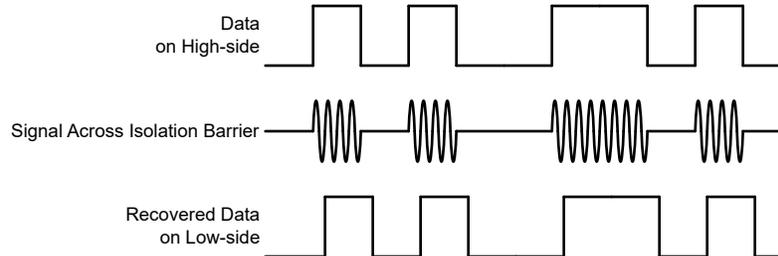

図 6-4. OOK ベースの変調方式
AMC21C12 は、SiO2 ベースの絶縁バリア越しにコンパレータの出力状態を送信するため、図 6-4 に示すオン / オフ・キーイング (OOK) 変調方式を採用しています。「機能ブロック図」に示す送信ドライバ (TX) は、デジタル 1 を表すために内部で生成された高周波キャリアを絶縁バリア越しに送信します。デジタル 0 を表す信号は送られません。